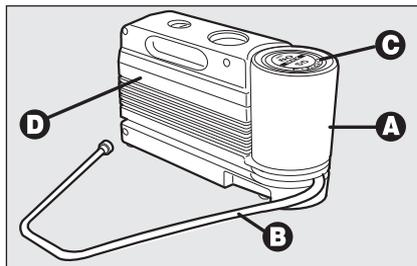

fig. 14
Il kit **fig. 14** è ubicato nel bagagliaio. Nel contenitore del kit di riparazione rapida sono reperibili anche il cacciavite e l'anello di traino.
- una bomboletta **A-fig. 14** contenente il liquido sigillante, dotata di: